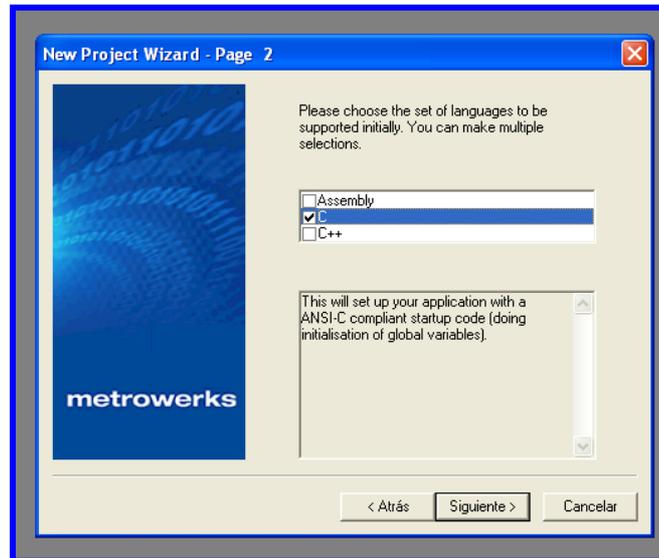

Figura 4.4 Ventana de selección de lenguaje de programación.
7.- Seleccionamos el lenguaje que utilizaremos para programar el microcontrolador, para el manejo del *MC9S12E64* se utilizará el lenguaje C. Elegimos *Siguiente*. En la Figura 4.4 se realizará la elección del lenguaje de programación que se utilizará.